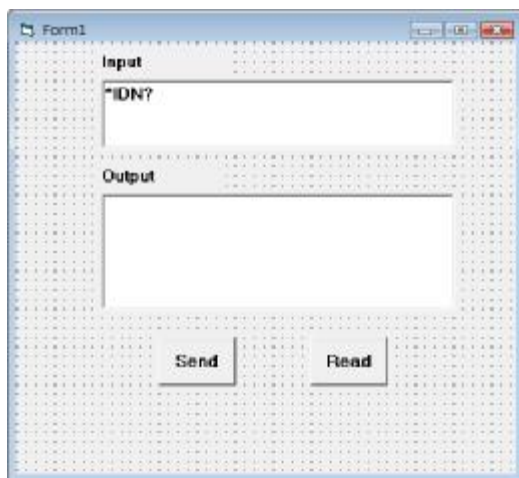

图 4-2-2
3. 添加名称分别为 Input 和 Output 的 Label、两个 TextBox 以及名称分别为 Send 和 Read 的 CommandButton。并把 Input 下的 TextBox 的属性中的 Text 设置为 *IDN? 的初始状态。如图 4-2-2 所示。